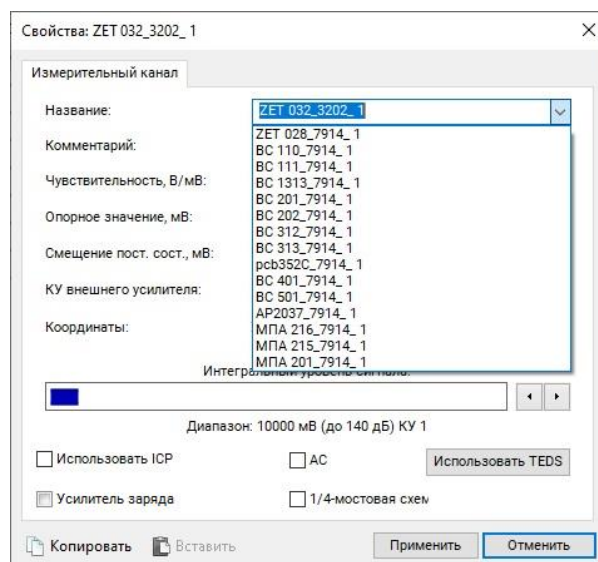

Рис. 4.10 Окно «Свойства» со списком датчиков из базы данных
Если к измерительному каналу контроллера подключается датчик, информация о котором уже добавлена в базу данных, следует перейти в поле «Название» и, активировав указатель на выпадающий список (Рис. 4.10), выбрать из списка тип подключаемого датчика, при этом поля параметров окна «Свойства» будут автоматически заполнены.
**Внимание!** В случае, когда необходим доступ к произвольной настройке для всех параметров в окне «Свойства» в поле «Название» выбирайте из списка верхнюю строку с идентификатором «ZET ххххх» (Рис. 4.10).